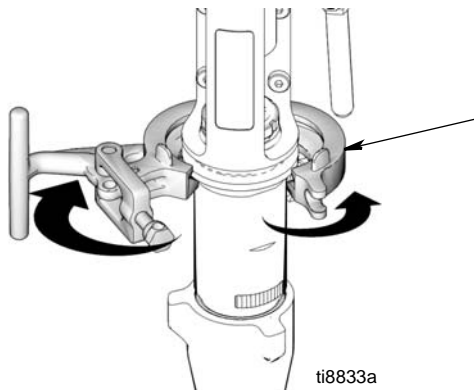

FIG. 18
8. (Fig. 18) Öppna klämman (247).